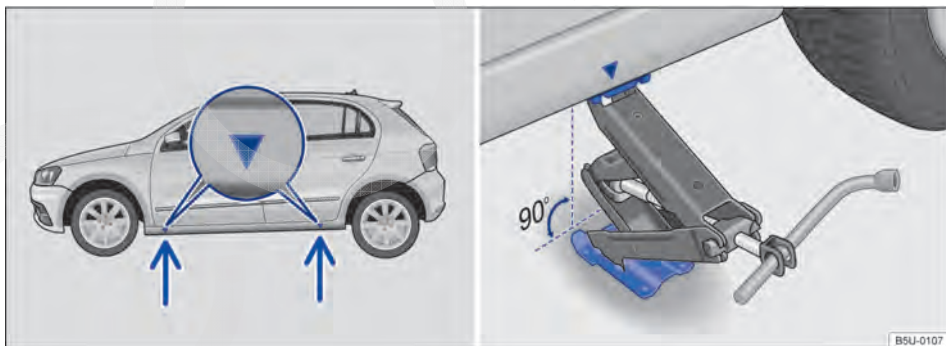
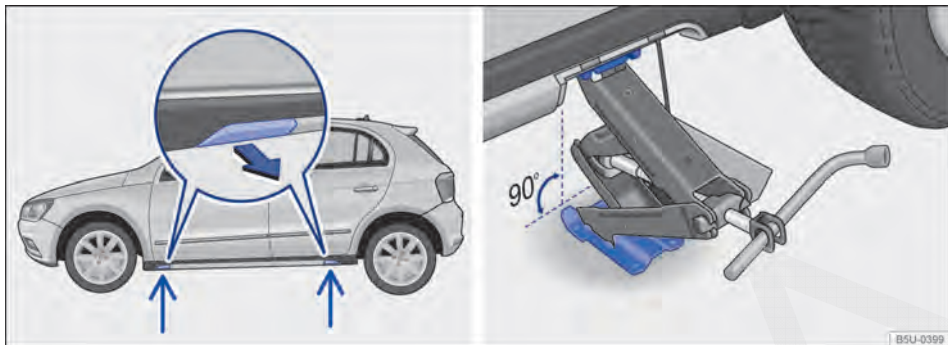

Fig. 167 Pontos de apoio do macaco e macaco posicionado no lado esquerdo traseiro do veículo.
Fig. 168 Pontos de apoio do macaco e macaco posicionado no lado esquerdo traseiro do veículo - veículos com soleiras externas (Novo Gol Track).
A figura → Fig. 167 e → Fig. 168 ilustram, como exemplo, os pontos de recepção do macaco do modelo Novo Gol 4 portas. O modelo Novo Gol 2 portas segue o mesmo conceito.
O macaco somente pode ser posicionado nos pontos de apoio indicados (marcação na carroceria) → Fig. 167 e → Fig. 168. É válido o ponto de apoio localizado próximo à roda correspondente → ▲.
7. Procurar sob o veículo o ponto de apoio do macaco → Fig. 167 e → Fig. 168, mais próximo da roda a ser trocada.
10. Garantir que a base do macaco, com toda sua superfície, esteja sobre o chão e que a base se encontre perpendicularmente abaixo do ponto de colocação → Fig. 167 e → Fig. 168.
11. Alinhar o macaco e, simultaneamente, levantar a garra do macaco até ela se encaixar na travessa debaixo do veículo → Fig. 167 e → Fig. 168.
- Posicionar o macaco somente nos pontos indicados. A garra do macaco deve se encaixar no perfil da longarina de forma segura → Fig. 167 e → Fig. 168.